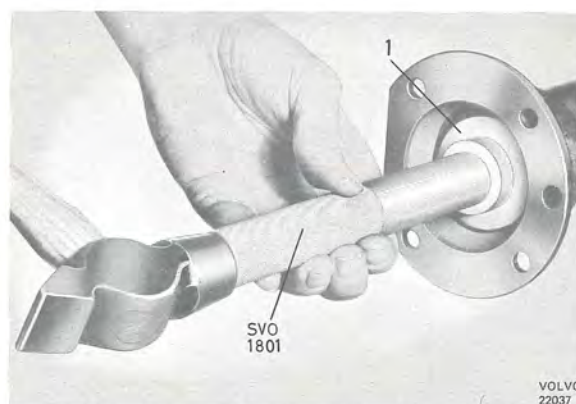

Bild 14. Montering av tätningring
4. Driv in den nya tätningringen. Se till att den drivs i rätt. Använd verktyg SVO 1801 och SVO 2456, bild 14.